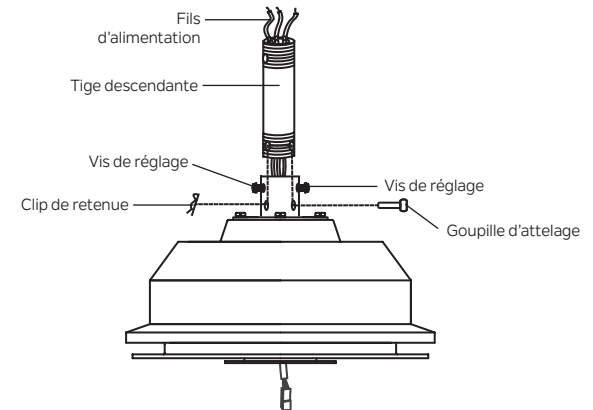

Fig. 8
**Étape 6.** Desserrez les deux vis de réglage et retirez la goupille d'attelage et le clip de retenue de l'accouplement sur le dessus de l'ensemble moteur. (Fig. 8)
Remettez ensuite en place la goupille d'attelage et le clip de retenue. Serrez les deux vis de réglage. (Fig. 8)